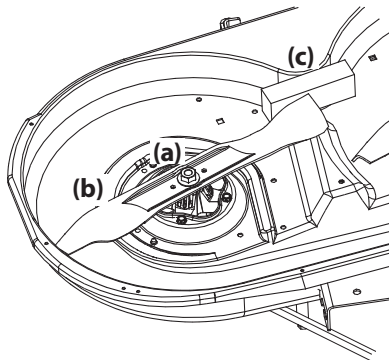

Figure 4-20
2. Utilisez une clé de $\frac{15}{16}$ po pour retenir l'écrou sur le haut de la fusée, puis desserrez l'écrou hexagonal (a) qui fixe la lame (b) à la fusée. Pour desserrer plus facilement l'écrou hexagonal (a) qui fixe la lame, placez un petit bloc de bois (c) entre le plateau de coupe et le tranchant de la lame (b). Voir Figure 4-20.